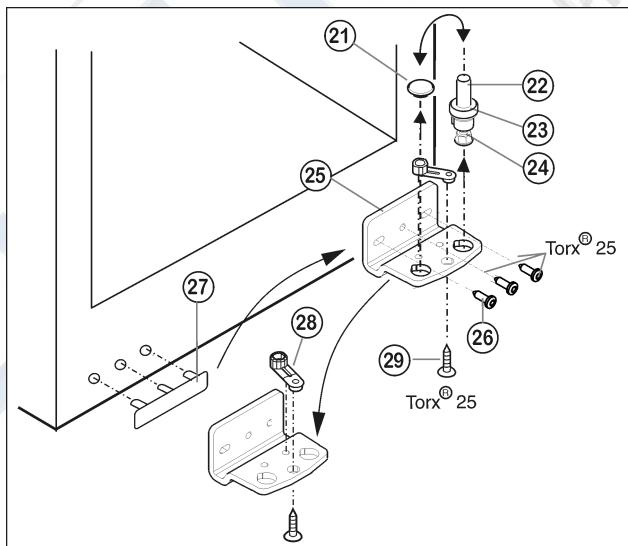

Fig. 6
- Извлеките опорный винт Fig. 6 (22) в комплекте с шайбой Fig. 6 (23) и регулируемой опорой Fig. 6 (24), вытягивая его вверх.
- Снимите пробку Fig. 6 (21).
- Открутите Fig. 6 (26) опорный кронштейн Fig. 6 (25).
- Открутите Fig. 6 (29) опорную деталь Fig. 6 (28) и, перевавив в отверстие на противоположной стороне опорного кронштейна, снова прикрутите.
- Осторожно снимите и переставьте на противоположную сторону крышку со стороны ручки Fig. 6 (27).
- Снова прикрутите опорный кронштейн Fig. 6 (25) на новой стороне шарнира (с моментом 4 Нм). При необходимости используйте аккумуляторный шуруповерт.
- Переставьте пробку Fig. 6 (21) в свободное отверстие.
- Вновь установите опорный винт Fig. 6 (22) в комплекте с шайбой и регулируемой опорой. При этом фиксатор должен быть направлен назад.